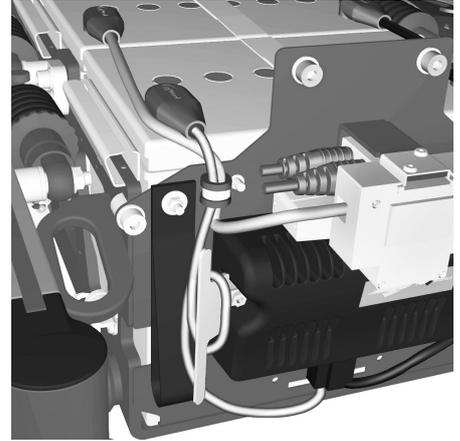

Abbildung 113. Der Kabelhalter ist mit einer Mutter befestigt.
4. Die Mutter abmontieren, die den Kabelhalter hält. Siehe Abbildung. 113.
1. Kabelhalter auf die linke Befestigungsschraube der Endstufe platzieren. Siehe Abbildung. 113.
2. Das Kabel, das am linken Batteriepol der hinteren Batterie angeschlossen ist, wird einmal um den Kabelhalter gelegt. Siehe Abbildung. 113.